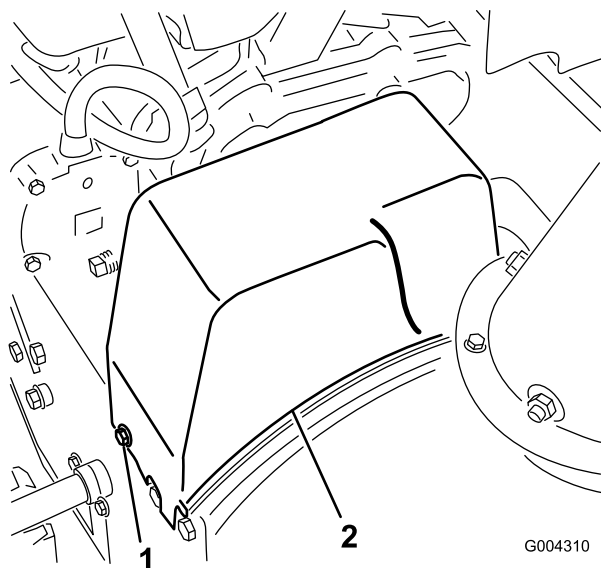

Figure 30
2. Retirez les 2 boulons à embase de fixation du couvercle de courroie et mettez ce dernier de côté (Figure 30).
1. Retirez les 2 boulons à embase de fixation du couvercle de courroie et mettez ce dernier de côté (Figure 30).